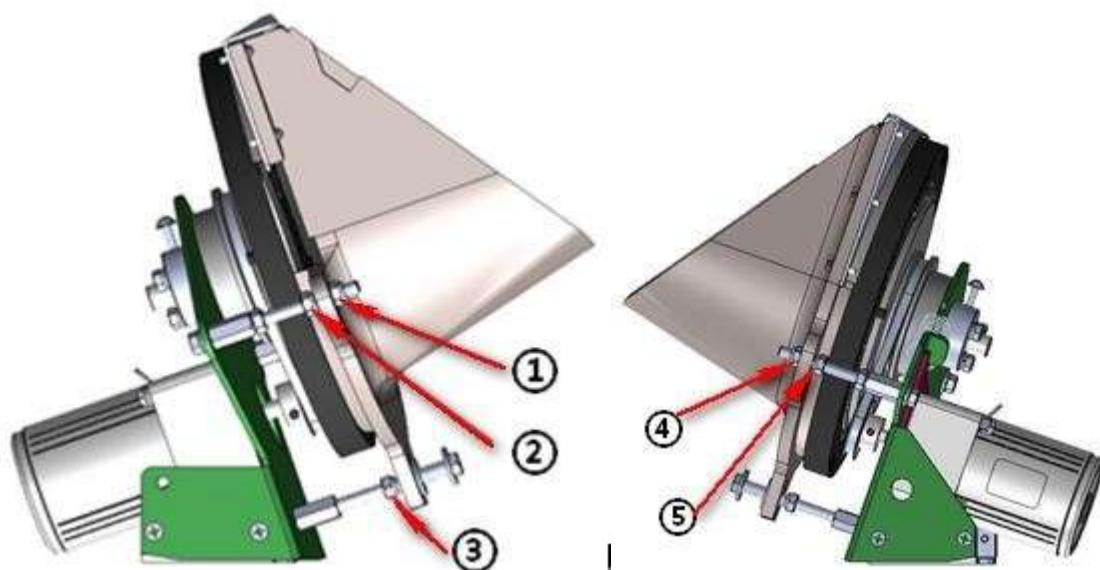

Рисунок 8.1.1 Шестигранная контргайка на подающем кармане
Отрегулируйте шестигранную контргайку (поз. ② рисунок 8.1.1), установите зазор между верхней поверхностью и поворотной пластиной 1-2мм, как показано на рисунке 8.1.2; Отрегулируйте шестигранную контргайку (поз. ⑤ рисунок 8.1.1), установите зазор между верхней поверхностью и поворотной пластиной 2-3мм, как показано на рисунке 8.1.3. Отрегулируйте шестигранную контргайку (поз. ③ рисунок 8.1.1), установите зазор между верхней поверхностью и поворотной пластиной 2-3мм, как показано на рисунке 8.1.4. Установите подающий карман, поверните его вниз и вверх руками и отрегулируйте шестигранную контргайку (поз. ① и ④ рисунок 8.1.1) так, чтобы зафиксировать подающий карман и он не мог двигаться вперед и назад, но мог поворачиваться. Настройка завершена.